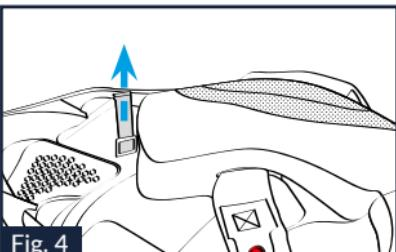

Fig. 4
5.2. Tirer délicatement sur la sangle rouge située dans la zone avant du coussin de la mousse de joue de gauche pour décrocher le levier de sécurité situé à l'arrière (Fig. 4).
12.5. Enfoncer le levier de sécurité vers le haut au niveau de la zone de fixation de la sangle rouge pour le faire tourner vers le rembourrage de la mousse de joue de façon à le situer dans sa position de fermeture. (Fig. 4).